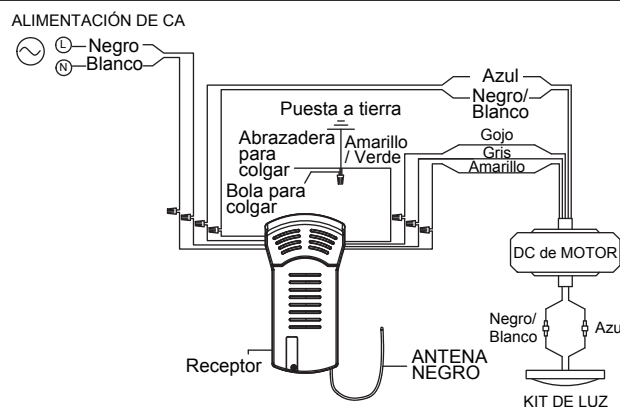

Figura 4
4. Coloque el soporte de la varilla y alinee los orificios de la clavija de horquilla en ambas piezas. Instale la clavija de horquilla y asegúrela con la pinza de horquilla. Fije los dos tornillos de presión y las tuercas de seguridad en el soporte de la varilla interior. (Figura 4)
- ☐ 4. Levante cuidadosamente el ventilador y coloque el ensamblaje de la bola para colgar/varilla en la abrazadera para colgar que acaba de fijar a la caja de salida. Asegúrese de que la ranura de la bola esté alineada con la lengüeta de la abrazadera para colgar. (Figura 4)
- ☐ 5. Fije el cable de seguridad al cable de soporte para techo. Deslice la abrazadera de cables por el cable de seguridad (del ventilador). Pase el extremo del cable a través del aro que forma el cable de soporte para techo. Tire lo más posible del cable a través del aro. Inserte el extremo del cable en el orificio de la abrazadera y ajuste firmemente el tornillo. (Figura 4)
- ☐ 3. Realice las conexiones de cables al bloque del terminal como se muestra en la Figura 4.
- ☐ 4. Instale la unidad de luz LED utilizando utilizar los tornillos que retiró en el paso 3A. (Figura 4)
- ☐ 4. Para que el ventilador sea funcional, instale las pila (incluidas) de 3V en el transmisor del mando a distancia. Mientras el ventilador esté apagado. A continuación, siga el proceso de fijación remota de código. Si no se utiliza el ventilador durante un largo periodo de tiempo, extraiga la batería para evitar cualquier daño al transmisor. Almacene el mando a distancia en un lugar alejado del calor o la humedad excesiva. (Figura 4)